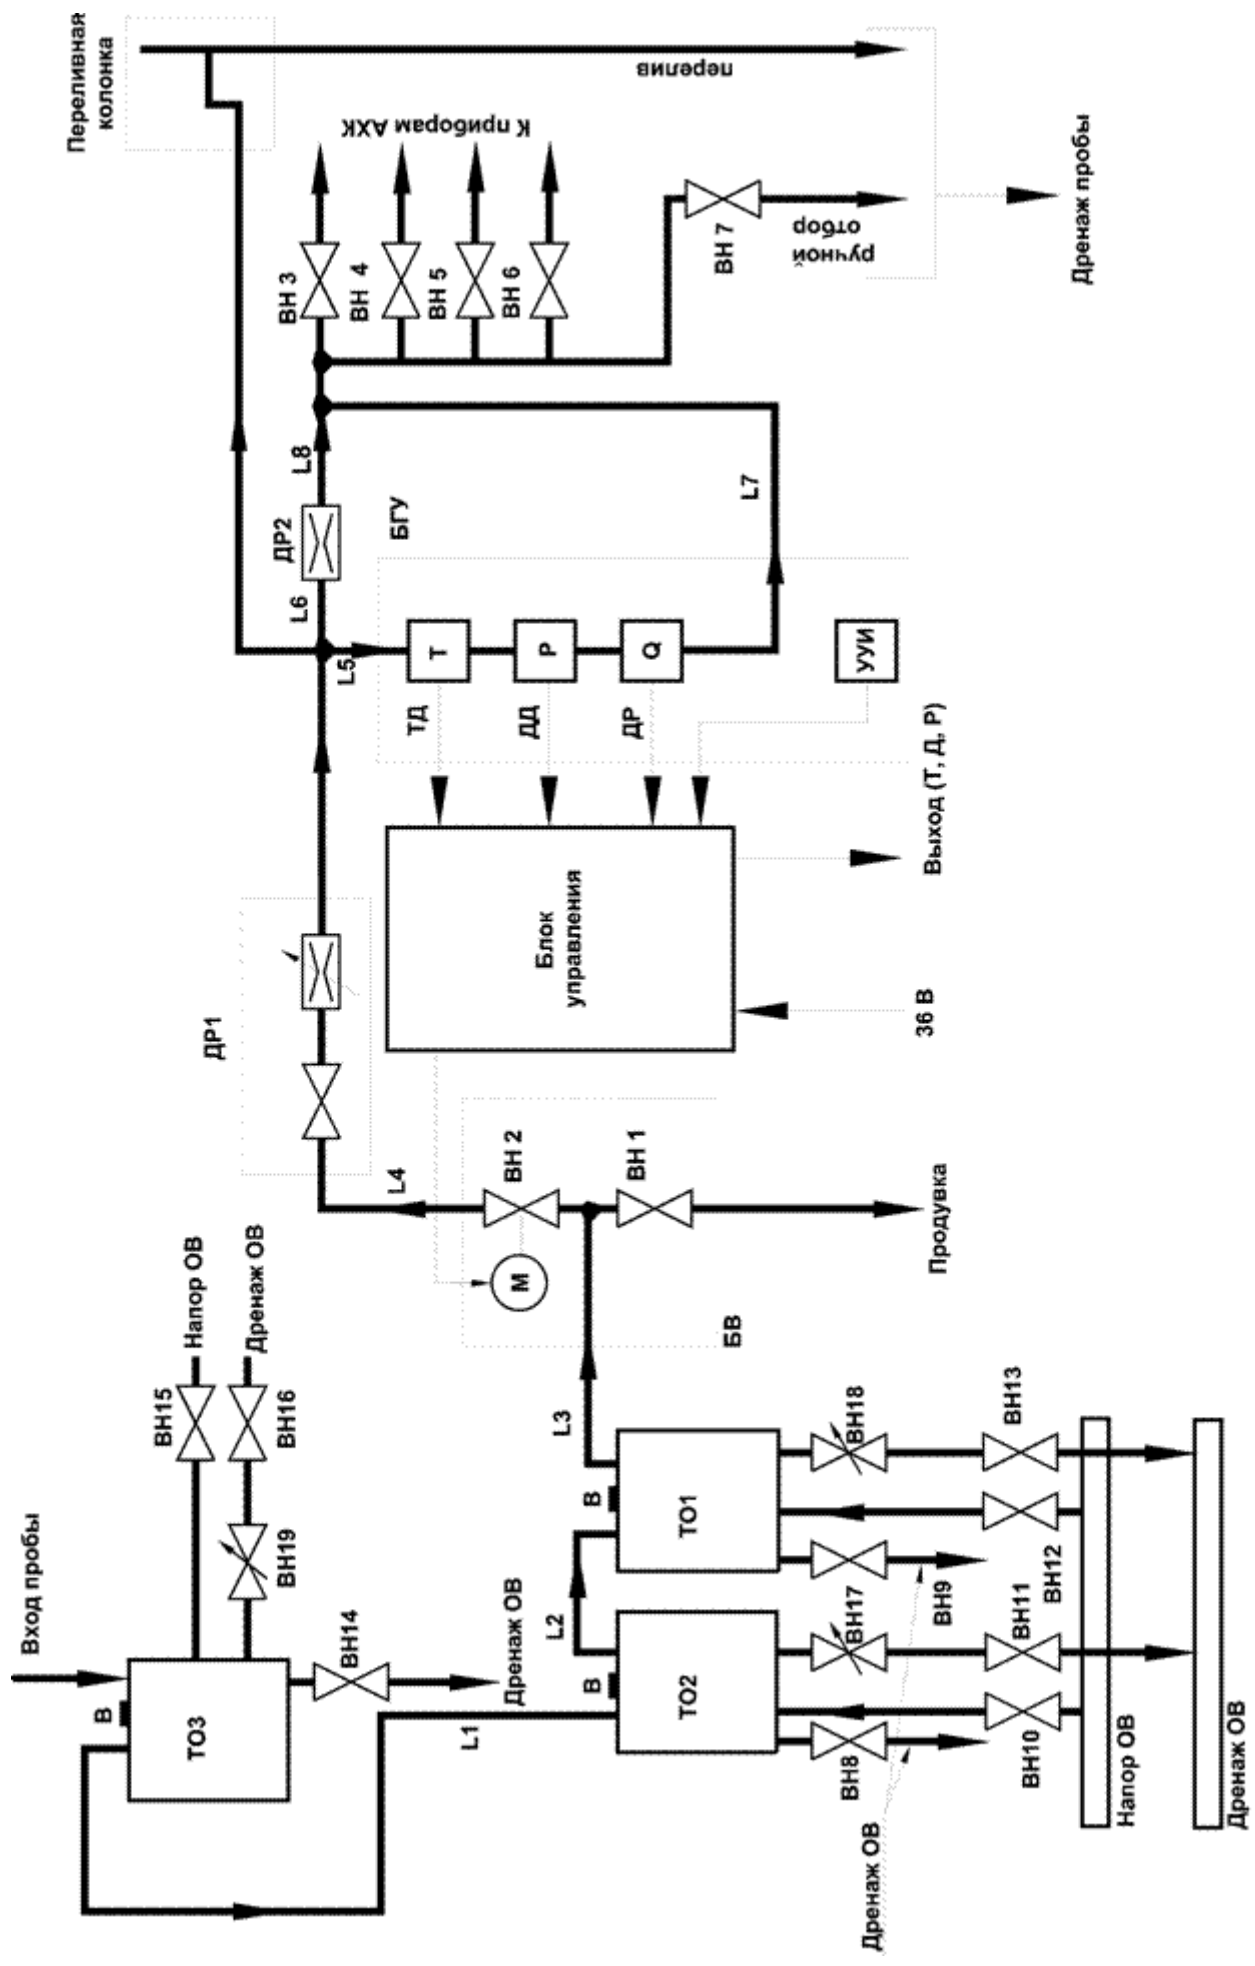

Рис.1. Схема функциональная УПП
1.4.1 Функциональная схема УПП приведена на рис. 1.